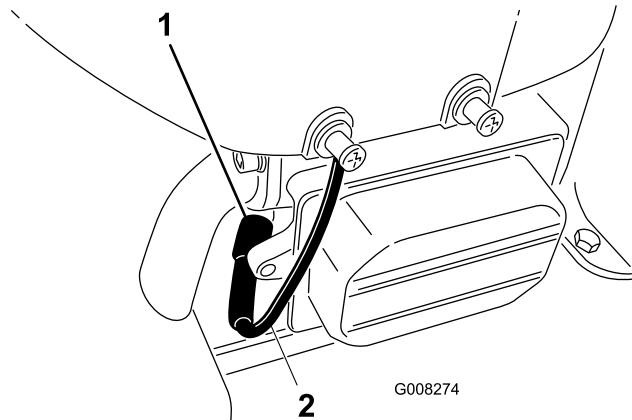

Figura 24
- Desconecte el cable de la bujía (Figura 24).
- Retire la bujía y la arandela de metal (Figura 24).
- Conecte el cable de la bujía (Figura 24).